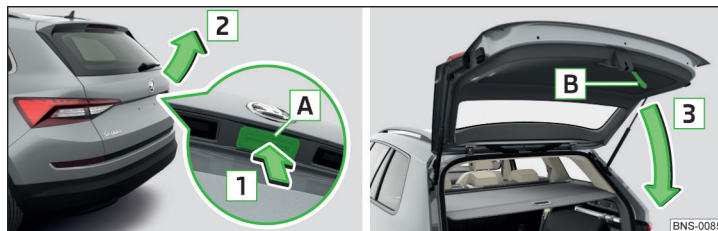

Fig. 60 Deschiderea/închiderea capotei portbagajului
- ▶ Pentru **deschidere**, apăsați butonul în sensul săgeții » fig. 60.
Butonul **A** » fig. 60 se dezactivează la plecarea de pe loc respectiv de la o viteză mai mare de 5 km/h. După oprire și deschiderea unei portiere, butonul este activat din nou.